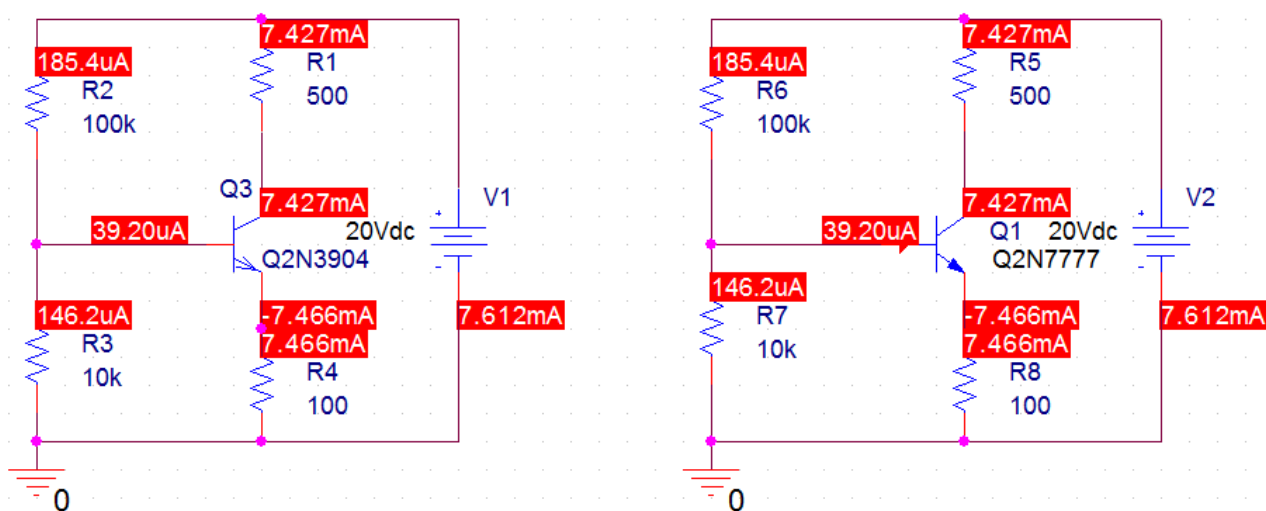

Рис. 15.13. Моделирование схем усилителей с исходным и новым транзистором
11. После этого проверим идентичность моделей транзисторов. Соберем две одинаковые схемы типового усилителя с общим эмиттером (рис. 15.13), установим профиль моделирования Bias Point, выполним моделирования. Так видно, токи во всех цепях совпадают.